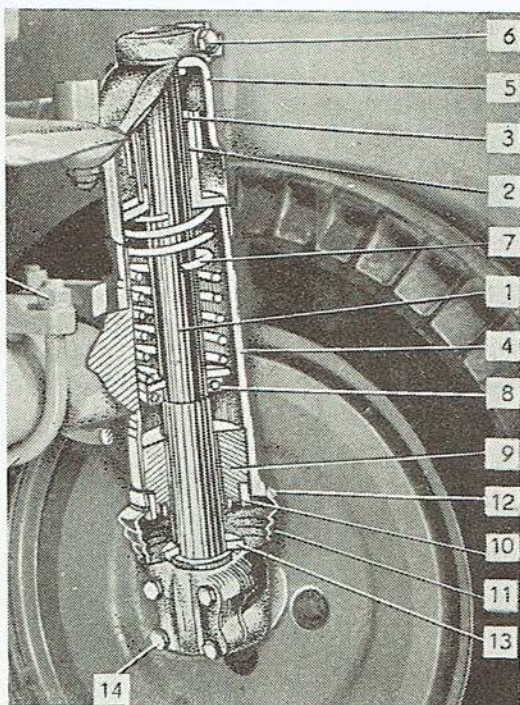

Abb. 68
Der Achsschenkelbolzen (Abb. 68/1) ist oben in einer Buchse (2) gelagert, die gemeinsam mit einem Ring (3) in den Ansatz (4) eingepresst ist. Der Lenkhebel mit Anschlag (5) ist mit einem Keil aufgekeilt und
2. Der Sicherungsring, der den Balg am Ansatz festhält (Abb. 68/12), ist zu entfernen.
3. Die Mutter M 10 ist von der Abziehschraube des Lenkhebels mit Anschlag abzuschrauben, die Schraube (Abb. 68/6) ist herauszunehmen, der Hebel mit Anschlag abzuziehen und der Achsschenkelbolzen der Vorderachse (Abb. 68/1) in Richtung nach unten herauszustossen.
4. Vier Schrauben M 14×1,5×50 8G (Abb. 68/14) sind zu entsichern und auszuschrauben; dadurch wird der Drehbolzen gelöst.
Anmerkung: Beim Austausch der zylinderförmigen Feder (Abb. 68/7) oder des Lagers 51107 (51108) (Abb. 68/8) ist zuerst die Mutter (Abb. 68/10) mit einem Spezialschlüssel auszuschrauben und nach Entfernung der Pfanne mit Buchse ist das Lager und die Feder herauszuschieben.